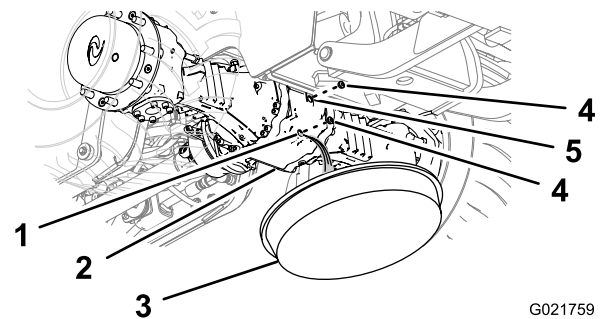
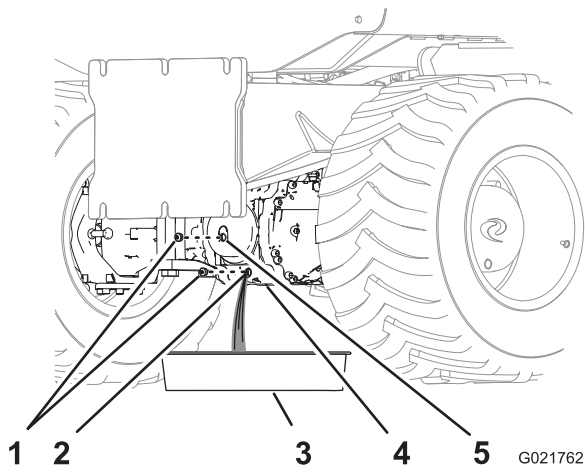

Figure 69
Figure 70
- Placez un bac de vidange sous le carter des pignons de pont (Figure 69 et Figure 70).
- Enlevez les bouchons de l'orifice de contrôle et de l'orifice de vidange des carters de pignons (Figure 69 et Figure 70).